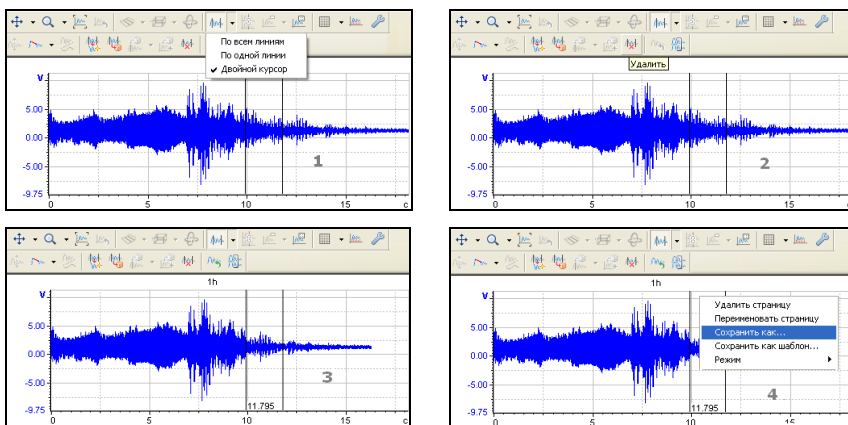

Рис. 7.6. Последовательность действий при удалении части сигнала
- Включите двойной курсор, выберите участок для удаления (Рис.7.6, 1).
- Нажмите кнопку  на панели редактирования (Рис.7.6, 2). Подтвердите действие. Выбранный участок сигнала будет удален, а на его месте установлена метка разрыва (Рис.7.6, 3).
При удалении участка сигнала не происходит физического удаления данных, до тех пор, пока сигнал не будет сохранен на диск (Рис.7.6, 4).